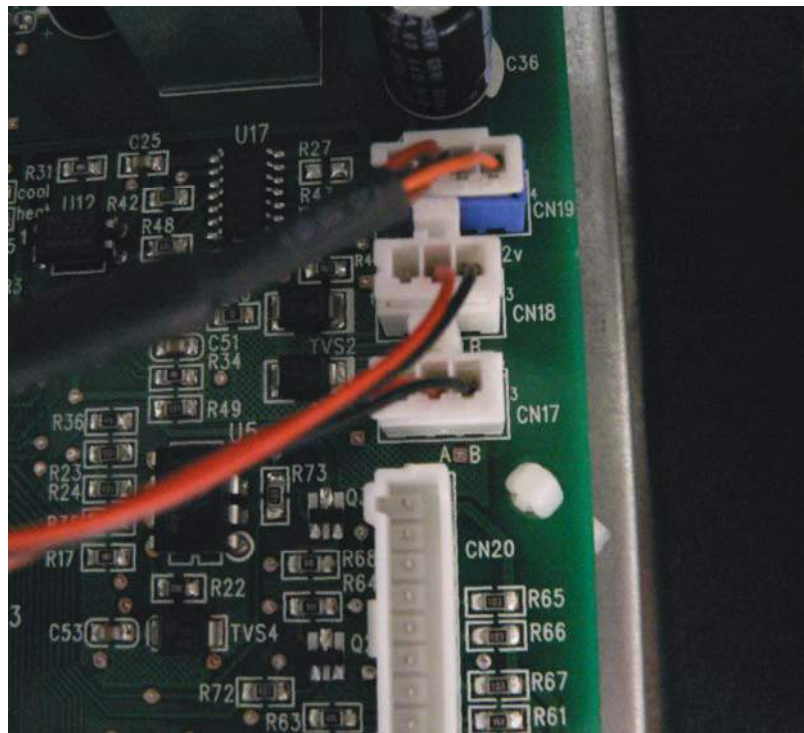

Рис. 7.22
7.5.9.2 Проводной пульт подключается при помощи 4-х штекерного разъема 4-х жильным кабелем к разъему CN19 (в некоторых моделях контакт CN18) расположенного на основной плате внутреннего блока (рис. 7.22).